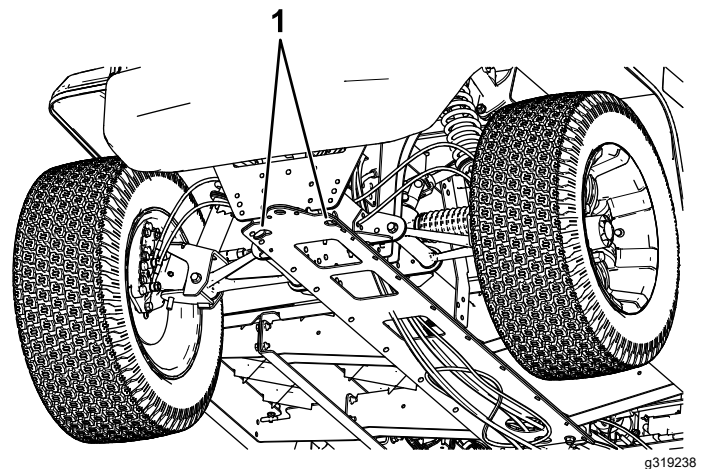
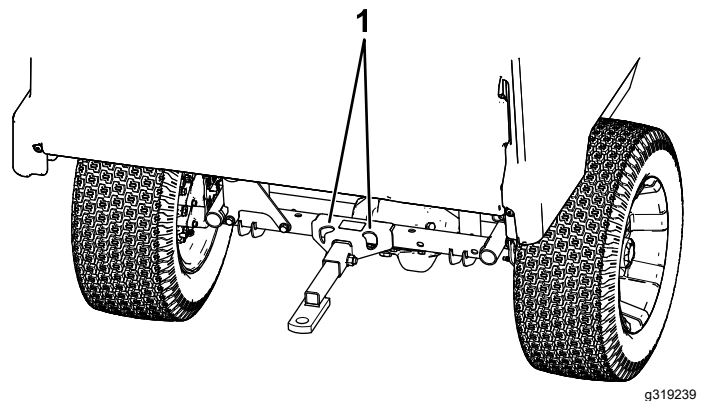

Figura 23
Figura 24
Consultai Figura 23 i Figura 24 pentru locurile de fixare a mainii.
2. Ataai o bară de remorcă pe cârligul de remorcă din partea din față a cadrului mainii (Figura 23).